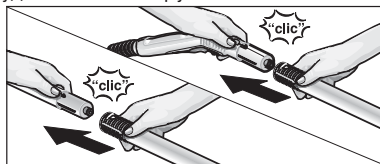

Рис. 3: Присоединение удлинительных трубок
- При необходимости пользуйтесь удлинительной трубкой (G1). В этом случае одну или обе удлинительных трубки (G1) присоединить к паровому пистолету (C1) (см. рис. 3). После этого наденьте нужную вам насадку (D1,E1,F1,H1) на свободный конец удлинительной трубки.